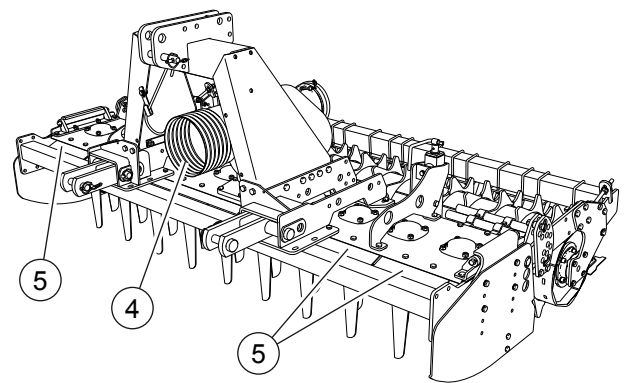

Abb. 21
- Schutz der Zapfwelle auf der Rückseite **4** „Abb. 21“.